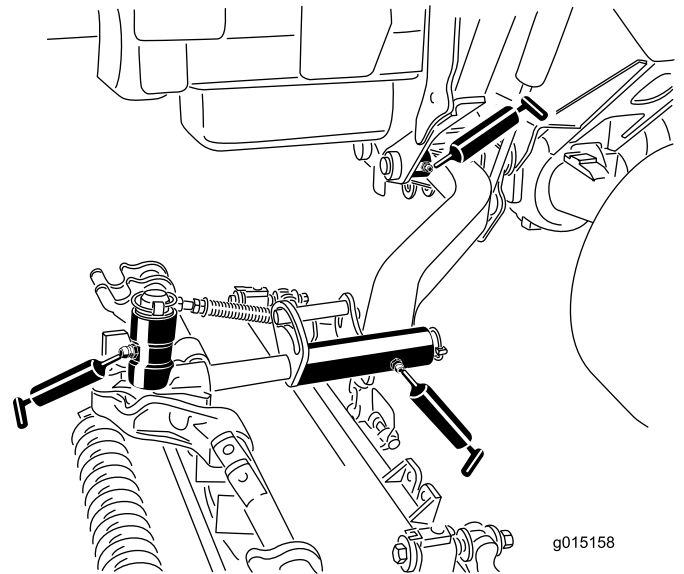

Figure 51
- Bagues de pivot de bras de levage (1 par unité de coupe) (Figure 51)
- Bâti porteur d'unité de coupe (2 par unité de coupe) (Figure 51)
- Pivot de bras de relevage de plateau de coupe (1 par plateau) (Figure 51)